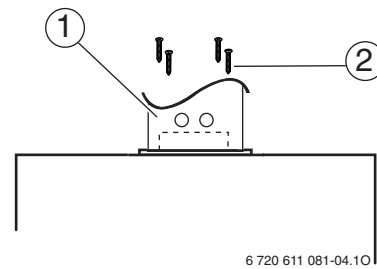

Fig. 9 Fissaggio dell'accessorio scarico fumi
- Fissare l'accessorio (nella direzione necessaria) con le 4 viti in dotazione all'accessorio stesso (fig. 9).